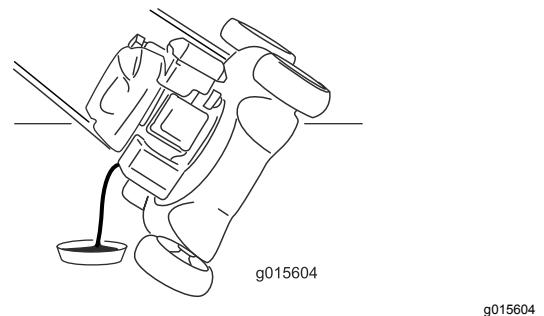

Figura 25
4. Inclinate la macchina sul fianco (di modo che il filtro dell'aria si trovi in alto) per scaricare l'olio usato attraverso il tubo di riempimento (Figura 25).
10. Controllate il livello dell'olio sull'asta (Figura 25).